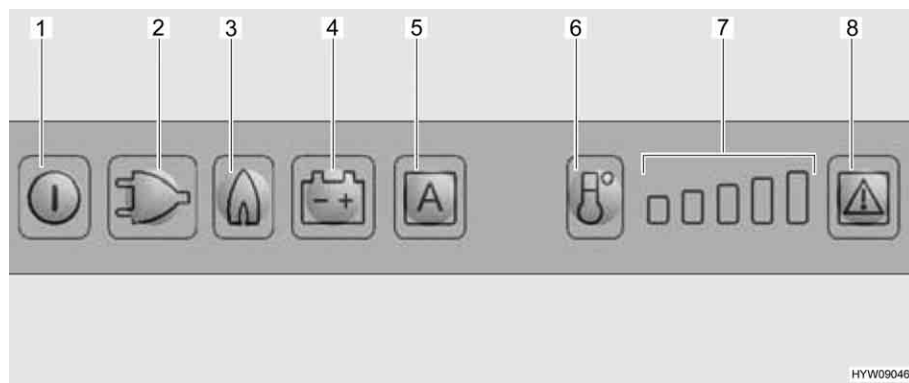

Fig. 139 Elementi di comando del frigorifero
Se è impostata la modalità di funzionamento "AES", la tensione a 230 V **non** è allacciata e il motore del veicolo è **spento**, il sistema AES seleziona il rifornimento di gas. Selezionando il funzionamento a gas, il dispositivo di sicurezza si apre automaticamente, così che il gas possa fluire al bruciatore. Contemporaneamente si inserisce l'accenditore elettronico. Se la fiamma del gas si spegne, p. es. a causa di un colpo di vento, l'accenditore viene subito azionato riaccendendo il gas. In caso di guasto del funzionamento a gas, i tasti luminosi relativi a gas (Fig. 139,3) e guasto (Fig. 139,8) lampeggiano e viene emesso un segnale acustico per 20 secondi.
Dopo l'accensione il frigorifero seleziona automaticamente la regolazione intermedia del termostato. Questa regolazione può essere modificata manualmente tramite il tasto di selezione del livello di temperatura (Fig. 139,6). Le spie di controllo (Fig. 139,7) indicano la temperatura selezionata sul termostato. Il tasto di selezione del livello di temperatura permette di regolare la temperatura di refrigerazione per tutti e tre i tipi di energia. Ci vogliono alcune ore prima che il frigorifero raggiunga la temperatura normale di esercizio. Cambiando la modalità di funzionamento la regolazione del termostato non viene modificata. La temperatura di refrigerazione è indipendente dal tipo di energia utilizzata.
- Premere il tasto On/Off (Fig. 139,1) per circa 2 secondi. Il frigorifero si accende e viene visualizzato l'ultimo tipo di energia impostato, oppure "AES".
- Impostare la temperatura di refrigerazione con il tasto di selezione del livello di temperatura (Fig. 139,6). Le spie di controllo (Fig. 139,7) indicano la temperatura selezionata sul termostato.
- Premere il tasto On/Off (Fig. 139,1) per circa 2 secondi. Il frigorifero si spegne e le indicazioni smettono di lampeggiare.